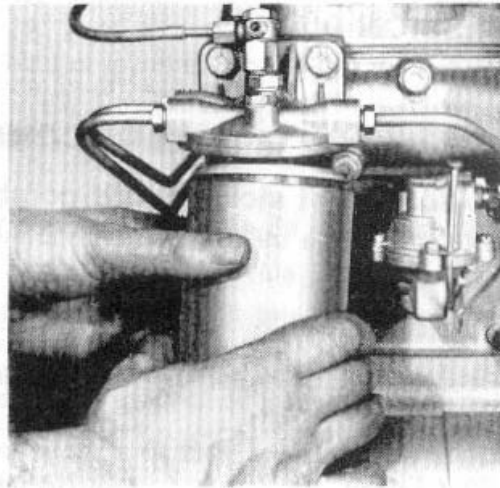

Fig. 11
3. Séparer la cuve de l'élément filtrant et jeter la cartouche (fig. 11).